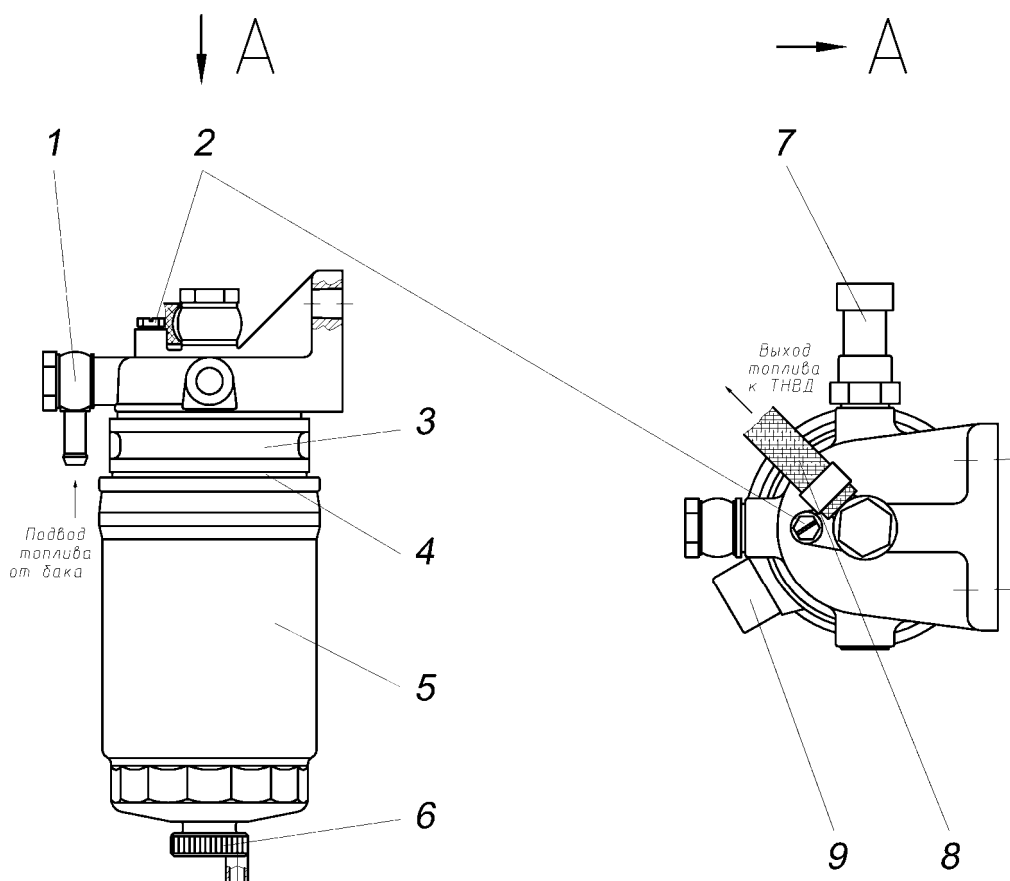

Рисунок 31 – Фильтр тонкой очистки топлива:
**Фильтр тонкой очистки топлива (ФТОТ)** (Рисунок 31) имеет важное значение для нормальной и безаварийной работы ТНВД и форсунок. Поскольку плунжер, втулка, нагнетательный клапан и элементы форсунок являются деталями прецизионными, топливный фильтр должен задерживать мельчайшие абразивные частицы размером 3...5 мкм. Важной функцией фильтра является также задержание и отделение воды, содержащейся в топливе.